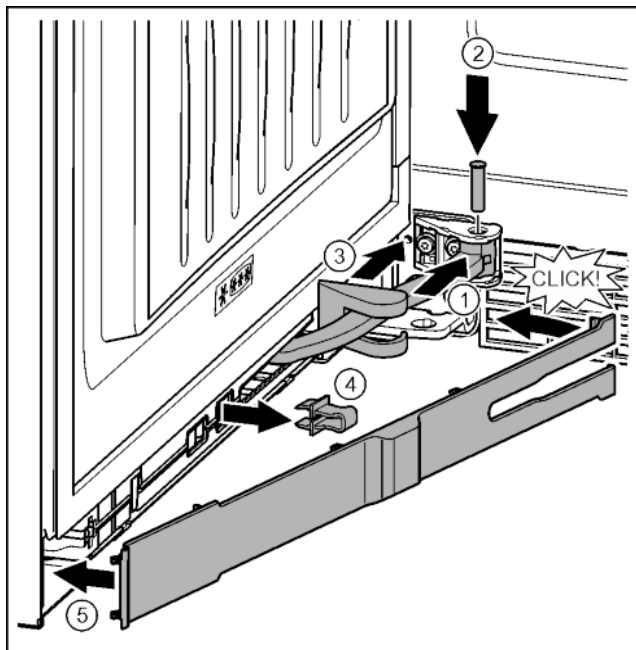

Fig. 43
- ▶ Przegub obrócić w mocowaniu. Fig. 43 (1)
- ▶ Przy pomocy śrubokręta T15 sworzeń umieścić w mocowaniu i przegubie. Przy tym zwrócić uwagę, aby krzywka zatraskowa została prawidłowo umieszczona w rowku. Fig. 43 (2)
- ▶ Osłonę płytki zawiasu przesunąć wzdłuż przegubu i zamontować nad mocowaniem. Fig. 43 (3)
- ▶ Zdjąć zabezpieczenie. Fig. 43 (4)
- ▶ Zaślepkę założyć od strony uchwytu i przechylić. Fig. 43 (5)